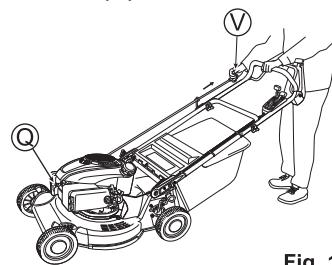

Fig. 11
1. Instale o terminal da vela de ignição (Q). (Veja a fig. 11)
4. Para acionar o motor, em primeiro lugar, puxe o manipulo com a sua mão esquerda e depois puxe levemente a corda de arranque (V) com a sua mão direita. Puxe ligeiramente o manipulo de partida, pare temporariamente na posição onde você sentir uma resistência ao puxar a corda; a seguir, puxe-a fortemente a partir daquela posição. Depois disso, retorne lentamente a corda de arranque (V). (veja a fig. 11)